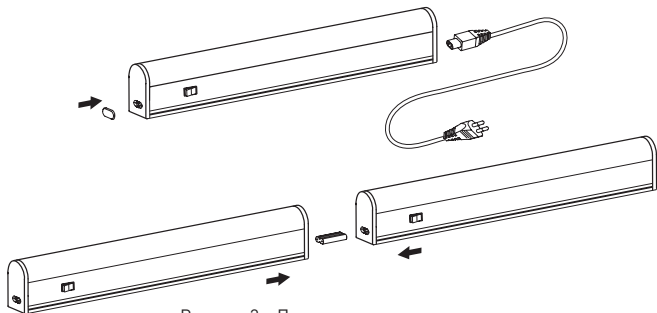

Рисунок 3 – Подключение светильника
5.4 Конструкцией светильника предусмотрено шлейфовое соединение светильников в ряд (рис. 3). Максимальное количество подключаемых светильников ДБОВ-7101 - ДБОВ-7103 - 20 шт., светильников ДБОВ-7104 - 10 шт.